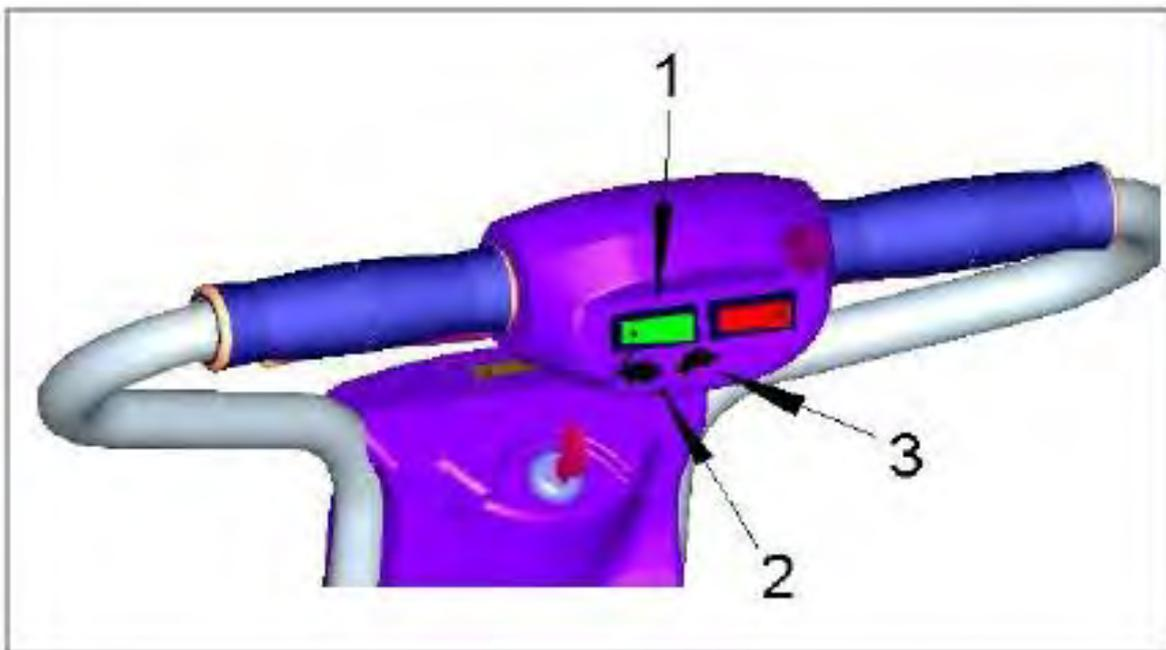

Figura 11
Una forma de controlar la velocidad, controlando la presión que ejercemos en el acelerador, cuanto más se aprieta, más rápido ira. Otra manera de limitar la velocidad es por medio del selector de velocidad (1) ver la figura 11.
- El Caddy tiene dos ajustes de velocidad: El ajuste de velocidad alta está indicado por el dibujo de una liebre (2) en el selector de velocidad (1) En esta posición el Caddy ira a una velocidad máxima de 6 kmh (4 mph). Si el interruptor está en esta posición, la luz verde debe encenderse. ver la figura 11.
- El ajuste de la velocidad lenta está indicada con el dibujo de una tortuga (3) en el selector de velocidad , en este caso la velocidad máxima será de 4 kmh (2.5 mph).